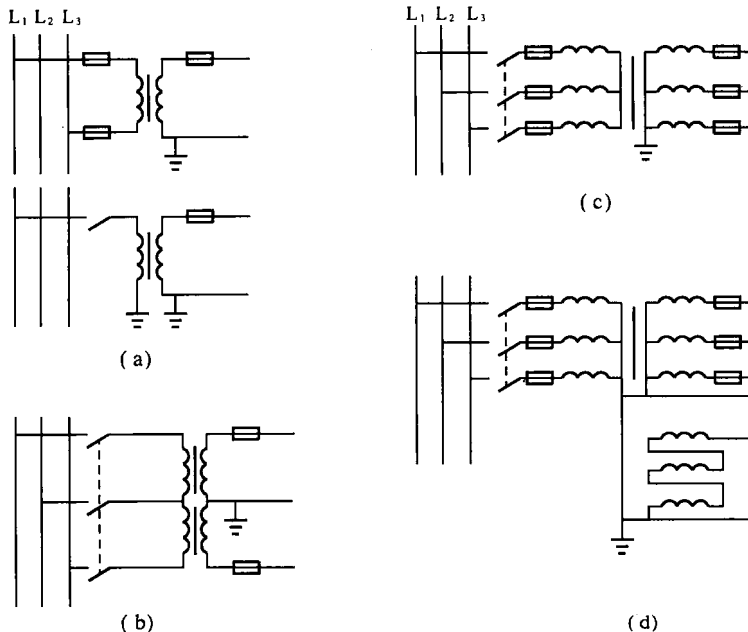

图 1-2 电压互感器的接线方式
(1) 单相接线。如图 1-2(a) 所示,广泛应用于 35 kV 及其以下小接地电流系统只需要测某一线电压的情况,或为对侧有源线路提供同期检查(或无压检查)信号。
(2) V—V 接线。如图 1-2(b) 所示,供仪表、继电器接于三相三线制系统的各个线电压,广泛应用于小接地电流系统。
(3) Y—Y0 接线。如图 1-2(c) 所示,供电给要求线电压的仪表、继电器和接相电压的绝缘监视用电压表。
(4) YN, yn, d 接线。如图 1-2(d) 所示,又称为万能式接线。其接成 Y0 的二次绕组,供电给需要线电压的仪表、继电器及绝缘监视用电压表;接成开口三角形的辅助二次绕组,接电压继电器。该接线广泛应用于各级电压的电力系统。